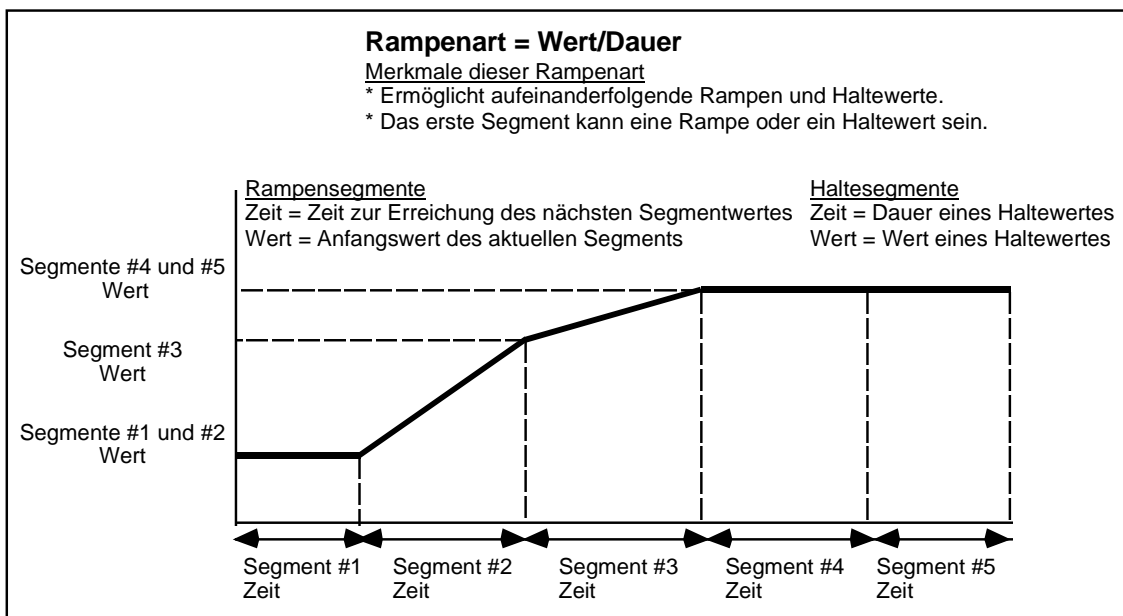

Abbildung 5-3 Rampenart Wert/Dauer
1. Der Wert, mit dem das Programm "beendet" werden soll. In Abbildung 5-3 sehen Sie, daß das letzte Segment ein Haltewert ist, daher sollte der Wert von Segment 6 auf den gleichen Wert, wie den in Segment 5 gesetzt werden. Jeder andere Wert würde aus Segment 5 eine "Rampe" machen, da der Wert von Segment 5 zu Segment 6 Ansteigend (oder absteigend) wäre.